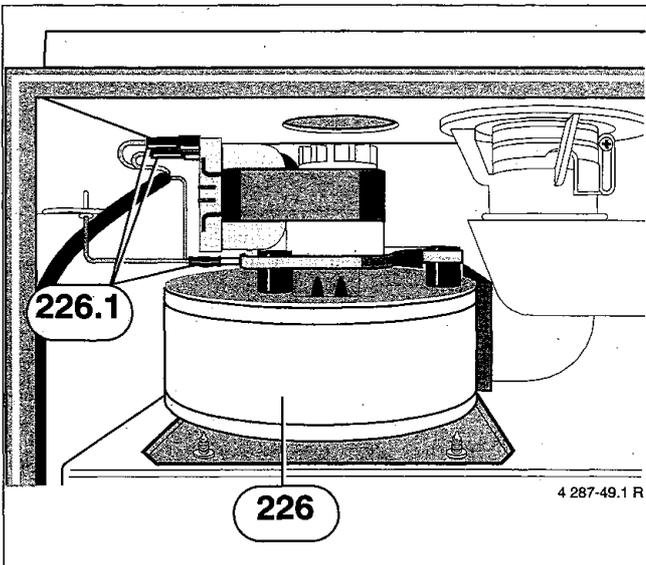

Bild 64
- Elektrische Anschlußleitungen (226.1) am Abgasventilator (226) abziehen (Bild 64).